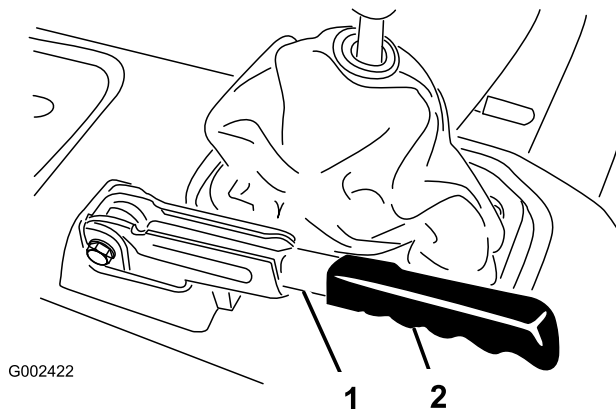

図 66
1. 駐車ブレーキ・レバーのゴム製グリップをはずす (図 66)。